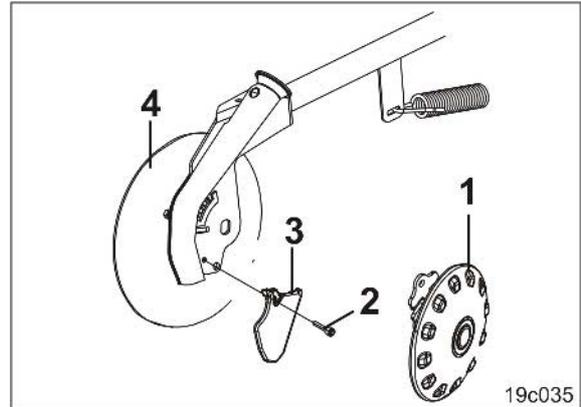

Fig. 219
1. Desmontar el disco de guía de profundidad (Fig. 219/1) (véase el cap. "Ajustar los discos de guía de profundidad", en la página 130).
2. Aflojar el tornillo cilíndrico (Fig. 219/2) (par de apriete de los tornillos 30-35 Nm).
3. Sustituir la punta de desgaste (Fig. 219/3) y montar en orden inverso.
La punta de desgaste (Fig. 219/3) no debe sobresalir por encima del borde del disco de siembra (Fig. 219/4). Reemplazar el disco si es necesario.